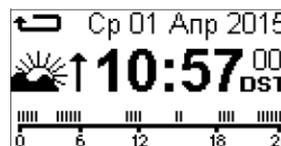

Рисунок 6.1 – Главный экран таймера
**Примечание** – для просмотра событий необходимо находиться на главном экране таймера рисунок 6.1.